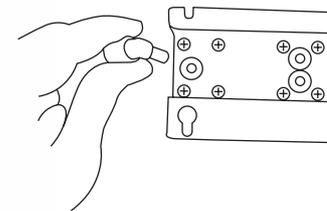

Figura 15.
5. Conecta el otro extremo de la manguera a la entrada de este Codo. (ver Figura 15).